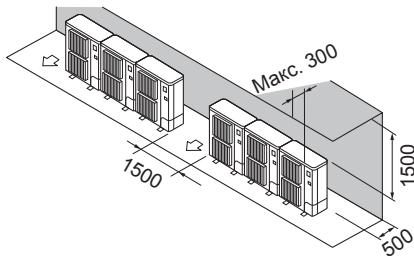

Fig. 2-10
② Окружающие предметы - только сзади и сверху (Fig. 2-10)